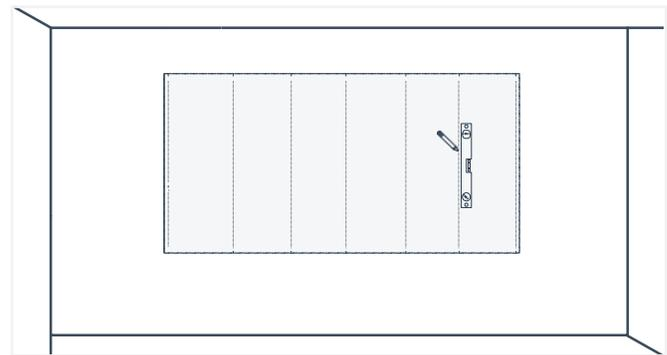

Fig. 25
5. Utilisez un niveau pour marquer le montant du haut vers le bas de la zone d'installation (Fig. 25).